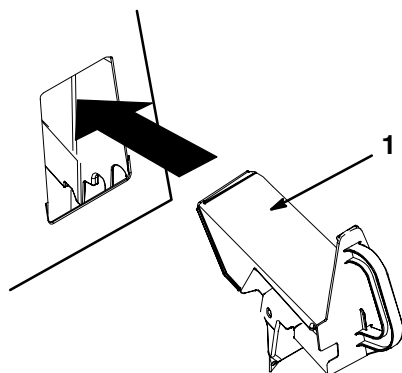

Figura 16
4. Inserite il tappo del Recycler nell'apertura, come illustrato nella Figura 16.